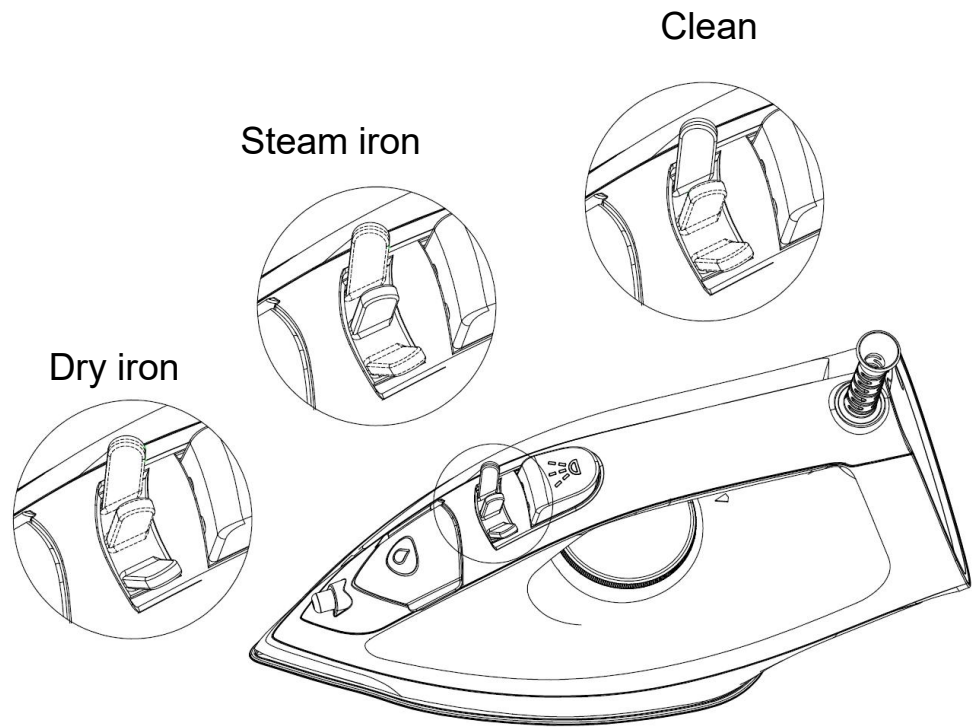

Fig.5
70. Selecteer de gewenste functie met de stoomknop volgens uw vraag (zie Afb. 5). Draai de stoomknop naar de stand "Stoomstrijkijzer", het strijkijzer blijft stoom afgeven. Als u de droogstrijkijzermodus moet activeren, draait u de stoomknop naar de stand "Droogstrijkijzer".